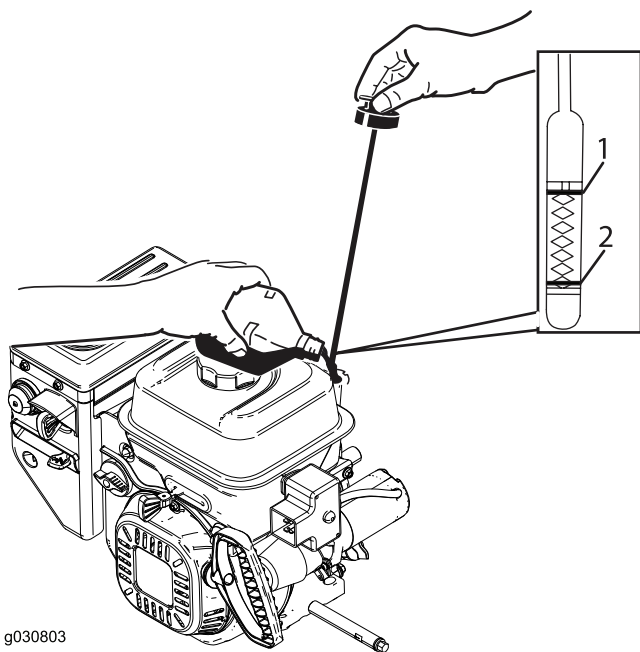

Bild 35
2. Nehmen Sie den Peilstab heraus und prüfen Sie den Ölstand (Bild 35). Füllen Sie Öl nach, wenn der Ölstand unter Auffüll-Marke am Peilstab steht. Siehe (Seite ).